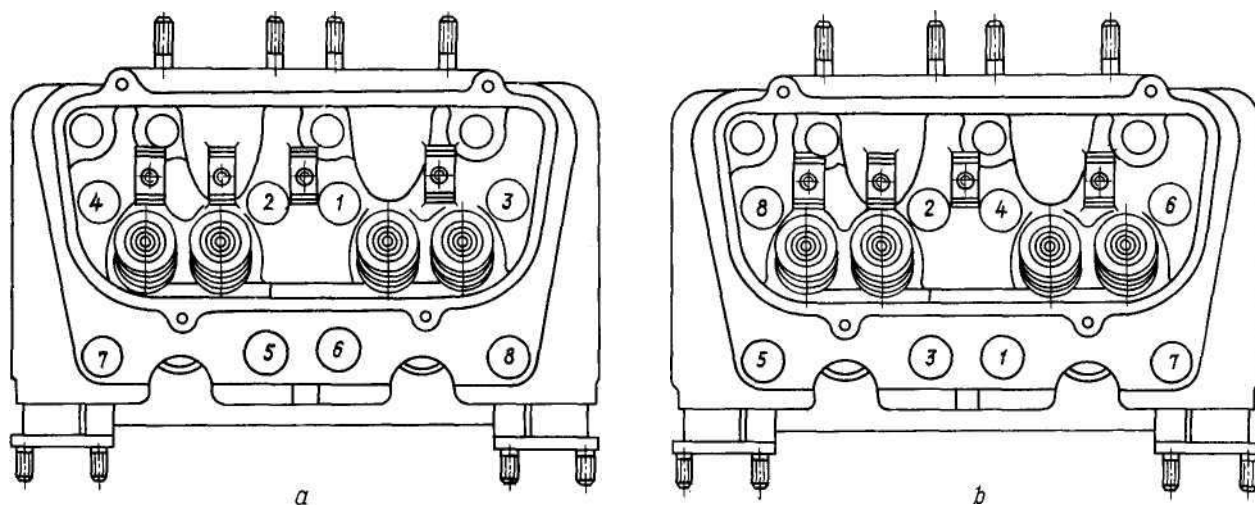

Рис. 55. Порядок затяжки гаек головок цилиндров: а — предварительная затяжка (1,6...2 кгс·м); б — окончательная затяжка (4...5 кгс·м)
- снимите скобы отвёрткой и затяните гайки крепления головок цилиндров в два приёма: начальный момент 1,6...2 кгс·м и окончательный — 4...5 кгс·м. Последовательность затяжки приведена на рис. 55.